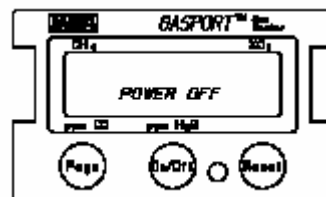

Figura 2-9. Energía Fuera (OFF)
Para cancelar el ajuste de tiempo y fecha, presione el botón de PAGE (NO) o espere 5 segundos. Un pitido largo sonara y el desplegado leerá, apagado, Figura 2-9.